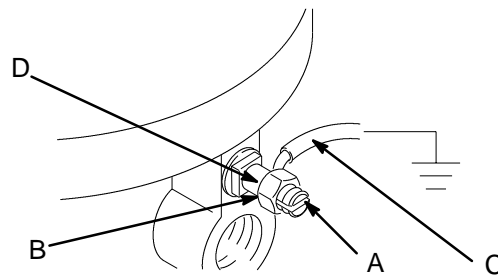

Fig. 1
Para poner a tierra la bomba, aflojar la tuerca de seguridad de la pata de puesta a tierra (A) y la arandela (B). Insertar un extremo de un cable de puesta a tierra (C) mínimo de calibre 12 (1,5 mm2) en la ranura de la pata (D) y apretar la tuerca de seguridad. Ver Fig. 1. Conectar el otro extremo del cable con una verdadera toma de puesta a tierra. Remitirse a la página 16 del presente manual para pedir una abrazadera y un cable de puesta a tierra.